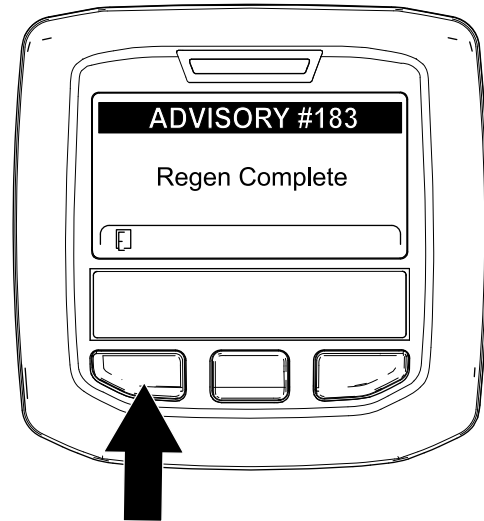

Bild 86
9. Wenn der Motorcomputer eine geparkte Regenerierung oder eine Wiederherstellung-Regenerierung abschließt, wird im InfoCenter ADVISORY #183 (Bild 86) angezeigt. Drücken Sie die linke Taste, um den Begrüßungsbildschirm anzuzeigen.